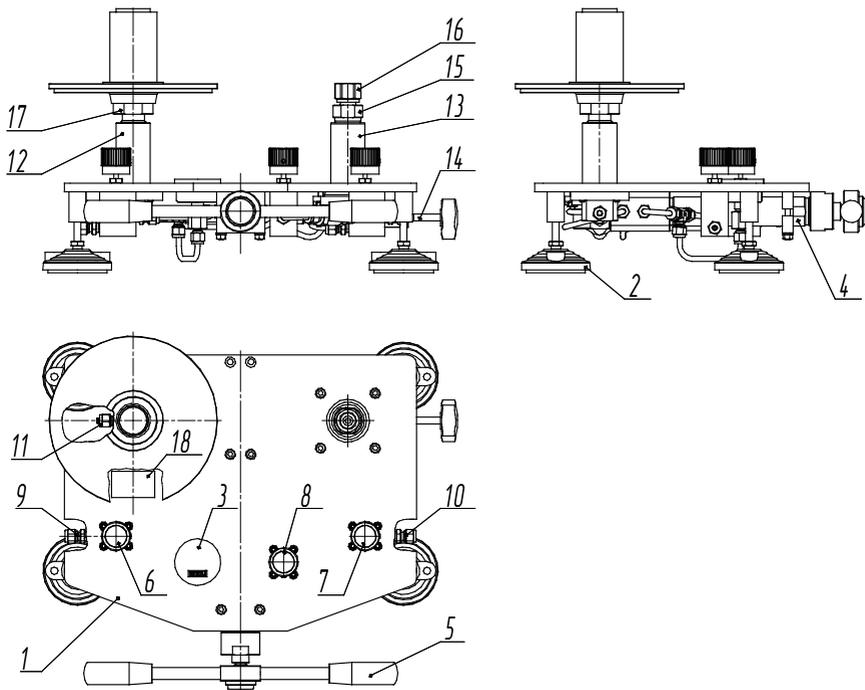

Рисунок 4. УСД ВД с ИПС для диапазона 1...160.
На УСД ВД на основании закреплен манометр 3 (Рис. 4–5).
УСД НД и ВД имеет возможность подключения устройства для принудительного вращения поршня ИПС (заказывается отдельно) и дополнительной стойки (заказывается отдельно) посредством специально установленного штуцера 11 (Рис. 4–5) на стойке 12 под плитой основания 1. В стандартном исполнении на штуцере установлена заглушка.
5.6 Особое внимание следует уделить при работе на УСД ВД (для исполнения МПП-1...МПП-160). Обязательно контролируйте давление в системе при помощи встроенного манометра 3 (Рис. 4–5).